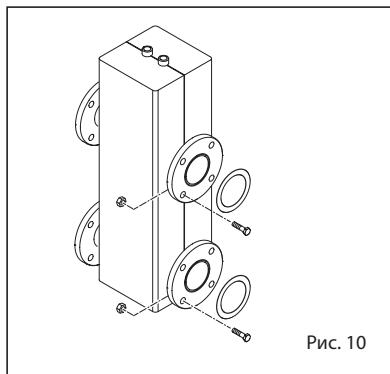

Рис. 10
Гидравлический компенсатор поставляется по заказу в наборе, код 8101552, в комплекте с уплотнительными прокладками, крепёжными винтами и гайками (рис. 10).
2.10.3 Гидравлический компенсатор "440-550-660 VOX ErP" (рис. 10/а)